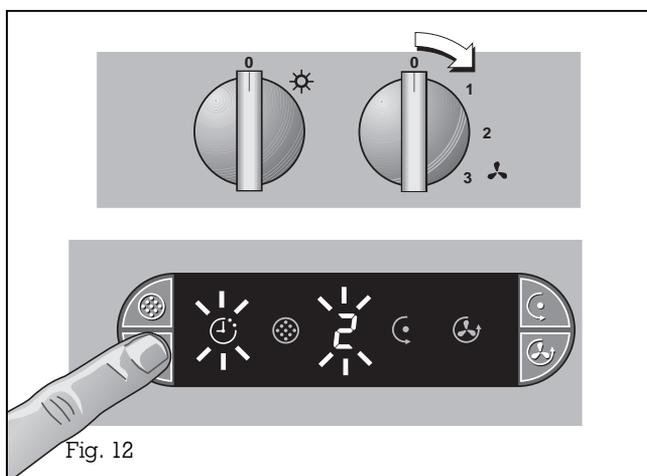

Fig. 12
- Le symbole ☾ (arrêt différé) et l'allure choisie s'allument (fig. 12).